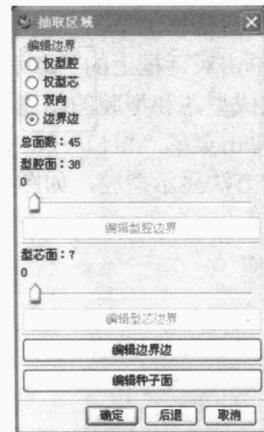

图 1-19 抽取区域对话框
② 单击“确定”按钮，弹出如图 1-19 所示的抽取区域对话框。